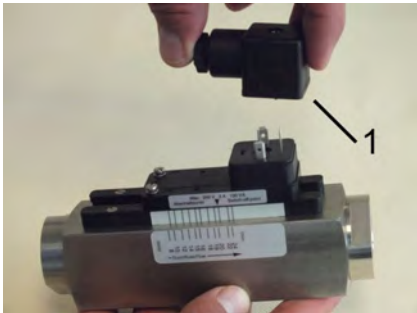

Abb. 24: Steckerdose abziehen
2. ➔ Ziehen Sie die Steckerdose (Abb. 24/1) ab